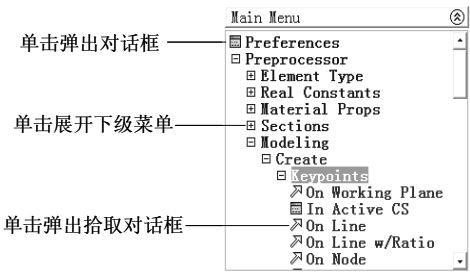

图 1-17 主菜单项图标
(2) 主菜单图标 主菜单树形结构中, 每个菜单项节点都有一个图标, 如图1-17所示。